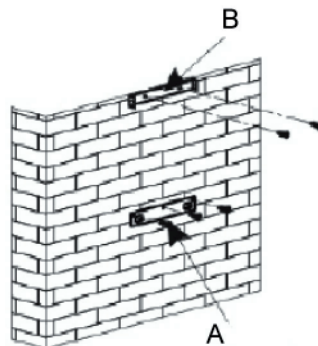

Fig. 1
(fig. 1)
- Percez les 3 trous de 8mm à l'emplacement adéquat et insérez les chevilles (pièce A fig. 1).
- Fixez le support de fixation de la hotte en veillant à ce qu'il soit parfaitement de niveau (pièce A fig. 1).
– Calculez la hauteur finale pour fixer l'étrier en U de support de la cheminée (pièce B fig. 1).
– Percez les 2 trous de 8mm et fixez l'étrier de support de la cheminée en faisant attention qu'il soit bien dans l'axe de la hotte (pièce B fig. 1).
- Calculez la hauteur finale pour fixer l'étrier de support de la cheminée (pièce B fig. 1).
- Percez les 2 trous de 8mm et fixez l'étrier de support de la cheminée en faisant attention qu'il soit bien dans l'axe de la hotte (pièce B fig. 1).